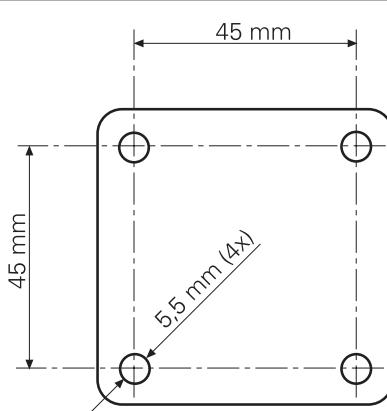

Fig. 2: Schéma de perçage.
**REMARQUE :** Respecter le schéma de perçage, voir Fig. 2.